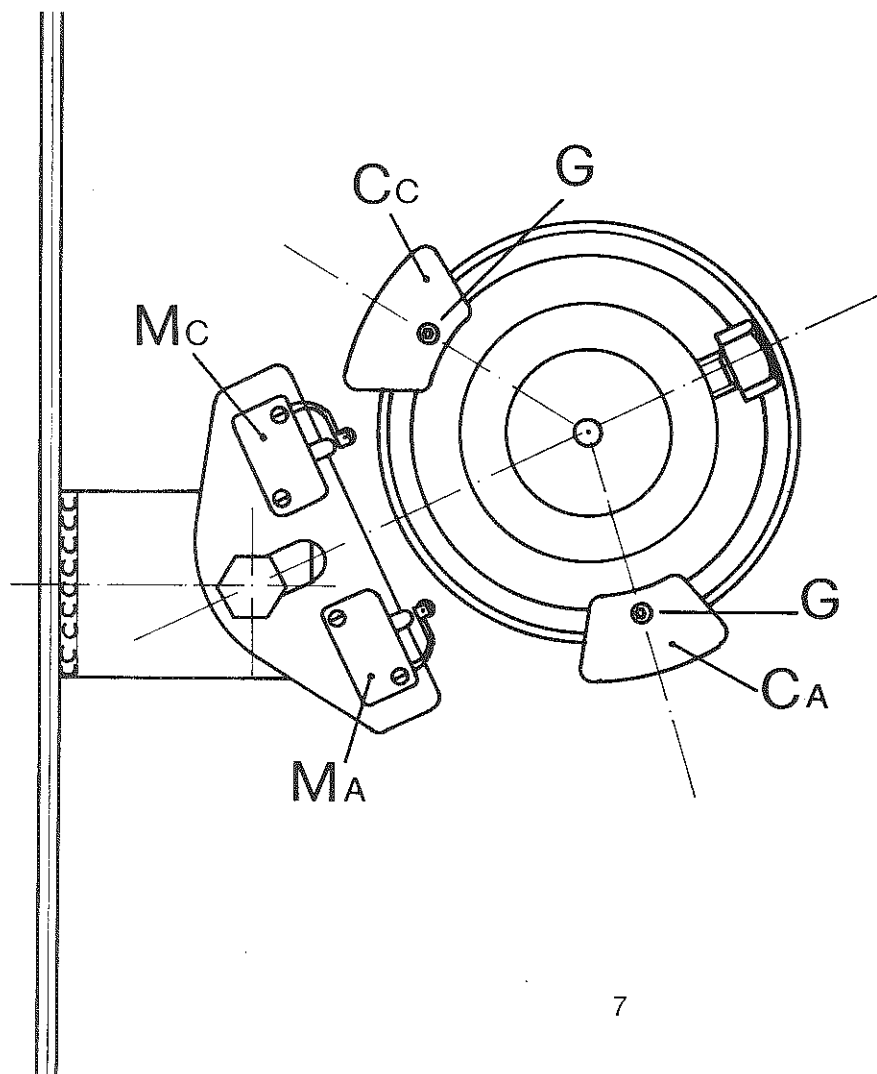

FIG. 5
- b) allentare il grano G (vd. fig. 5);
- b) Desserrez la vis "G" (Fig. 5).
- b) Loosen the dowel G (see Fig. 5)
- b) aflojar el espárrago G (ver fig. 5)
- b) Stift G lösen (siehe Abb. 5)